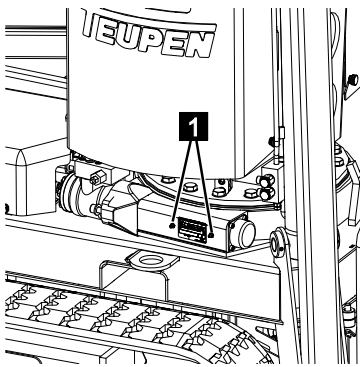

Abb. 156
1. Mit der Fettpresse an den Schmiernippeln des Drehkranzes (Abb.156/1) Mehrzweckfett einpressen.